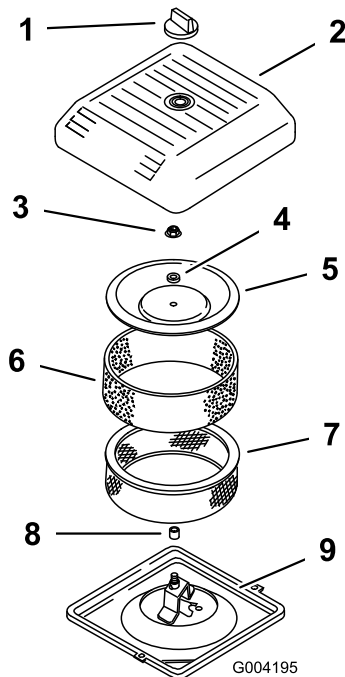

Figura 17
2. Desaperte o botão e retire a cobertura do filtro de ar (Figura 17).
3. Faça deslizar cuidadosamente o filtro prévio de esponja do elemento de papel (Figura 17).
4. Desaperte a porca da cobertura e retire a cobertura, o espaçador e o filtro de papel (Figura 17).
- Coloque a estrutura do filtro do ar na base do filtro do ar (Figura 17).
- Coloque a cobertura, o espaçador e aperte com a porca da cobertura (Figura 17). Aperte as porcas a 10,7 Nm.
- Coloque a cobertura do filtro de ar e fixe-a com o botão (Figura 17).